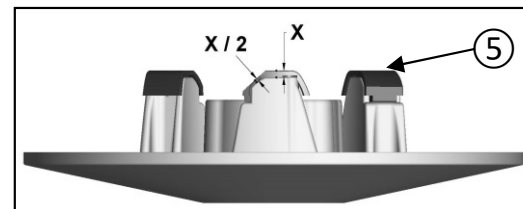

Figure 24
- Le remplacement des patins de came ⑤ est nécessaire après une usure de la moitié de l'épaisseur initiale X (figure 24).